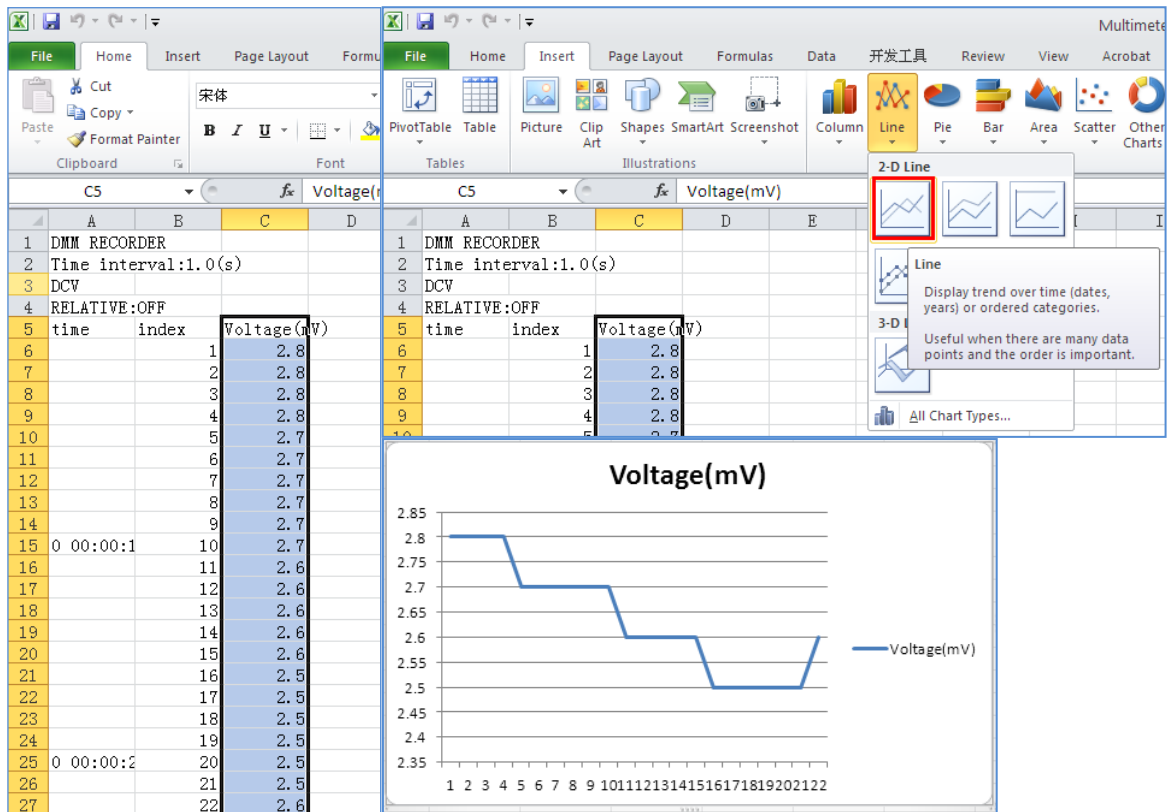

Bild 5.6 Aufgezeichnete Messwerte
2. Wählen Sie die Daten aus, die Sie grafisch darstellen möchten (siehe Abbildung 5.6).
3. Klicken Sie auf der Registerkarte Einfügen in der Gruppe Diagramme auf Linie, und klicken Sie anschließend auf Linie in 2D-Linie zeichnen (siehe Abbildung 5.6).
4. Das Diagramm wird angezeigt (siehe Abbildung 5.6). Wenn Sie das Diagramm beibehalten möchten, speichern Sie die Datei im XLS-Format.